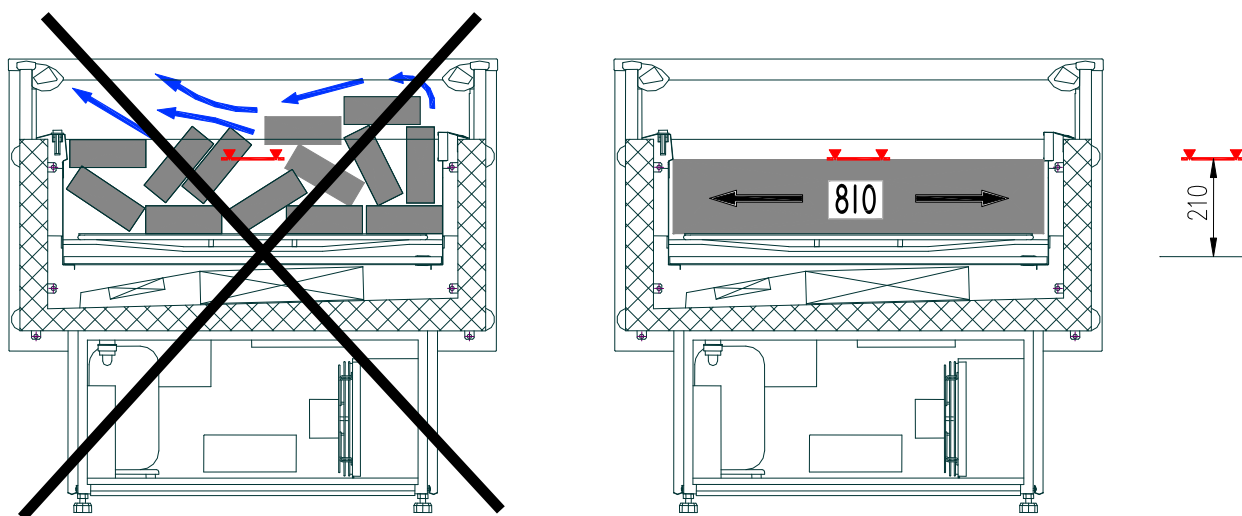

Рис. 5. Загрузка витрины продуктами
- Проверить правильность расположения продуктов в витрине, согласно п. 3.7 и рис. 5.